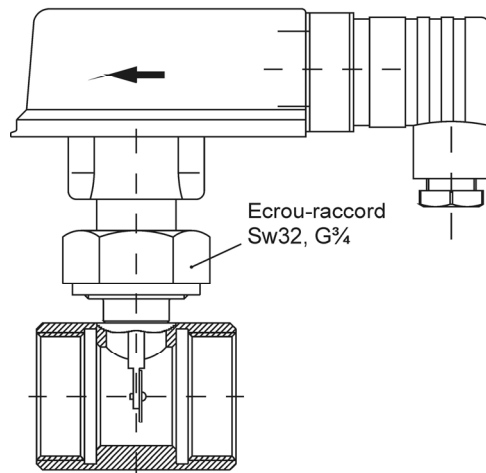

Fig. 5
- ✚ Les commutateurs de débit, équipés en option d'une pièce tubulaire en cuivre (Fig. 5), doivent être brasés au tube. Avant d'effectuer les travaux de brasage, il faut désolidariser de la pièce tubulaire le commutateur de débit (corps avec système de tige à bascule) et l'anneau torique afin d'éviter leur surchauffe.